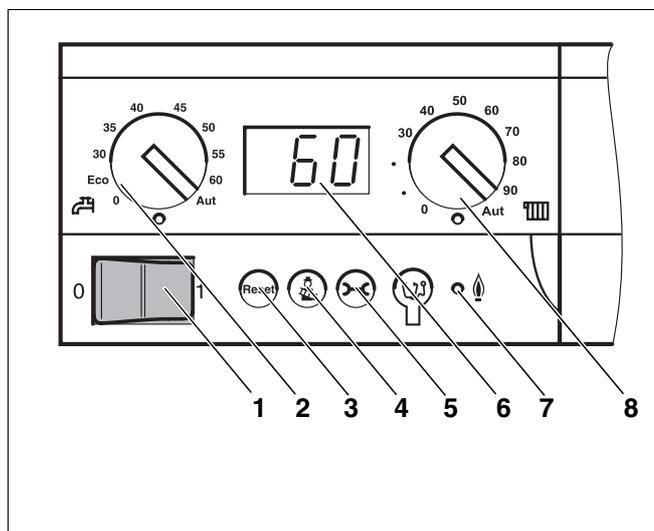

Fig. 39 Dispositivo di controllo base Logamatic BC10
- Posizionare la manopola per la temperatura massima della caldaia (fig. 39, **pos. 8**) e la manopola per il valore nominale dell'acqua calda (fig. 39, **pos. 2**) su 0.
- Posizionare l'interruttore d'esercizio (fig. 39, **pos. 1**) del regolatore su "1".
L'intero impianto di riscaldamento viene inserito. Alla prima messa in esercizio, lampeggia brevemente l'indicazione "-" sul display (fig. 39, **pos. 6**) prima che su questo appaia l'avviso d'anomalia "6Y". L'avviso "6Y" si visualizza, poichè il bruciatore è stato consegnato in condizione d'anomalia.
- Premere il tasto "Reset" sul dispositivo BC10. L'indicatore di stato del dispositivo BC10 lampeggia e a display (fig. 39, **pos. 6**) viene visualizzata l'attuale temperatura dell'acqua di caldaia misurata in ° C.